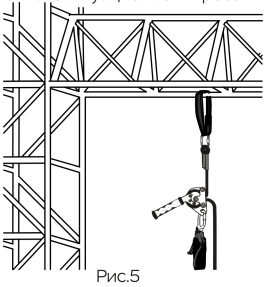

Рис.5
- Присоедините трос к анкерной точке с помощью карабина над местом эвакуации (рис. 5).
- Присоедините Полиспаст ST к карабину спускового механизма Десантера с помощью карабина (рис. 5)